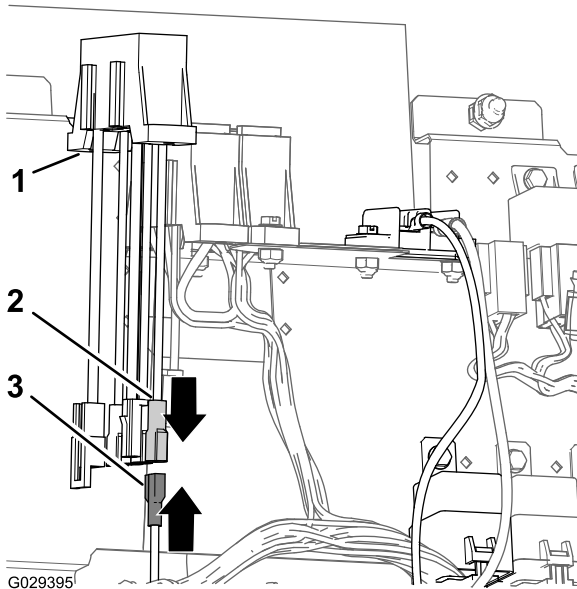

Bild 21
1. Schließen Sie den Flachstecker des Kabelbaums für das Finishingkit am Buchenstecker des Hilfssicherungsblocks an (Bild 21).